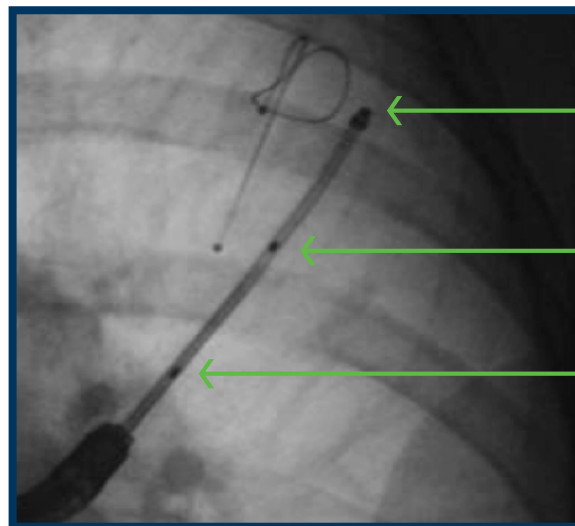

Abbildung 5: Röntgendichte Markierung des Führungsdrahts unter Fluoroskopie
12. Die geeignete Coil-Größe auswählen. Dazu die Anzahl der röntgendichten Markierungen auf dem Führungsdraht abzählen, die außerhalb des Bronchoskops sichtbar sind (siehe **Abbildung 5** und **Tabelle 1**).